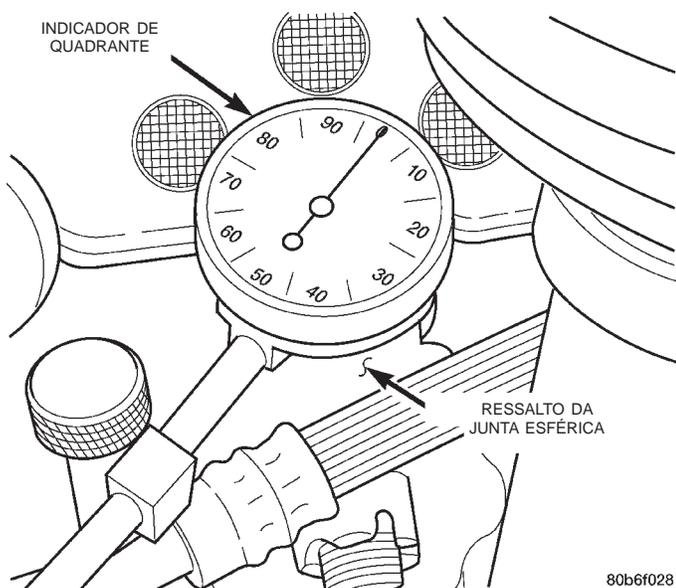

Fig. 3 Ressalto da Junta Esférica Superior
(1) Posicione um macaco por debaixo do braço inferior da suspensão. Levante a roda e deixe que o pneu entre ligeiramente em contato com o chão (não sustentando o peso do veículo).
(2) Instale firmemente um indicador de quadrante no braço superior da suspensão.
(3) Posicione o êmbolo do indicador contra a parte de trás do ressalto da junta esférica superior da junção da direção (Fig. 3).
(4) Segure a parte superior do pneu puxando-o para fora, depois zere o indicador de quadrante.
(5) Segure a parte superior do pneu empurrando-o para dentro e registre a leitura do indicador de quadrante.
(6) Se o movimento lateral for maior que 1,52 mm (0,060 pol.), substitua o braço superior da suspensão.